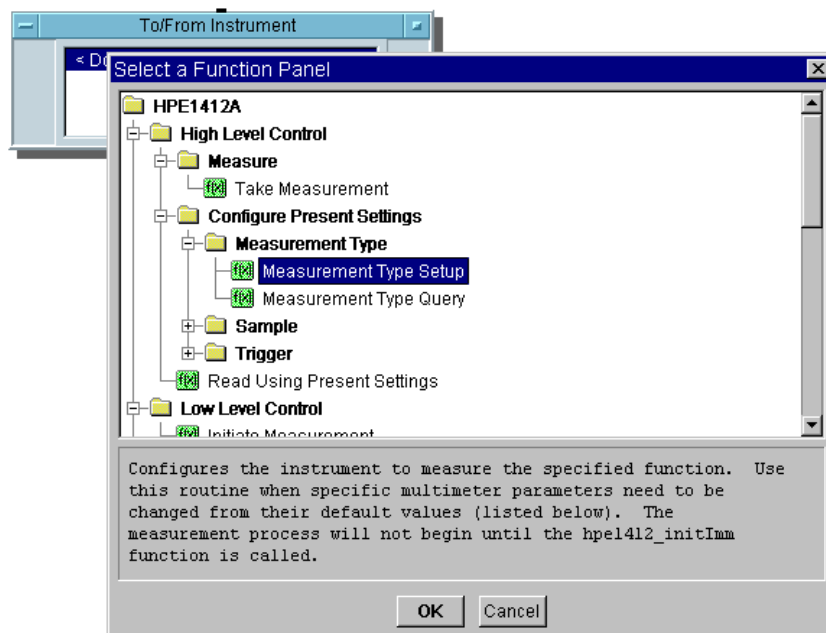
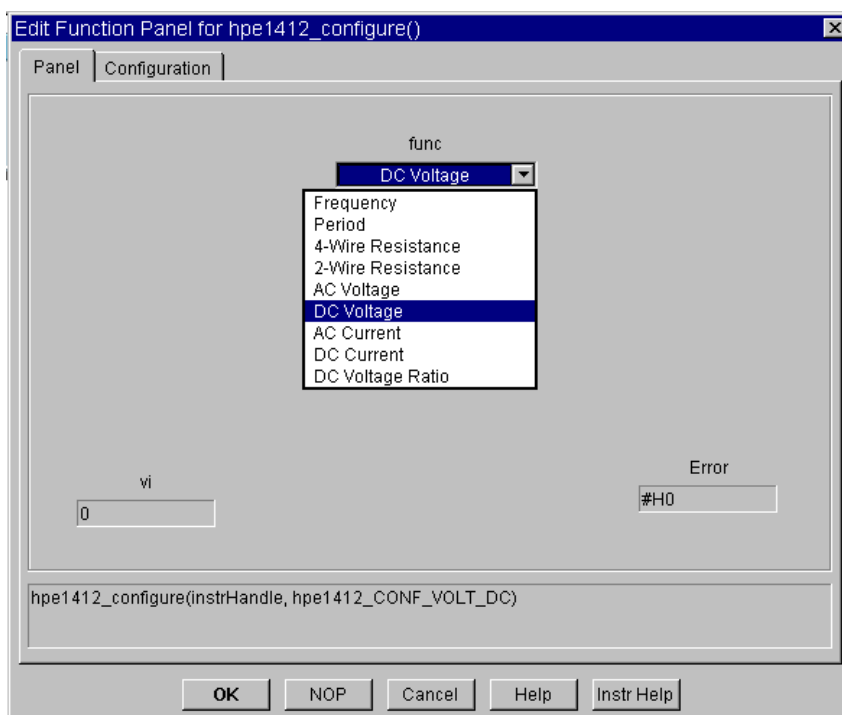

図 3-30. VXI plug&play ドライバ用関数の選択
図 3-31. HPE1412 の [Edit Function Panel]
6. <Double-click to Add Function> のラベルが付いたトランザクション・バーをダブルクリックすると、図 3-30 のように [Select a Function Panel] が表示されます。図 3-31 は、関数パネル内での関数の階層を示しています。また、選択した項目についてのヘルプがダイアログ・ボックスに表示されます。
7. [Configure Present Settings] ⇒ [Measurement Type] ⇒ [Measurement Type Setup] をクリックします。[Edit Function Panel] が表示されます。[func] の下でクリックしてドロップダウン・リストを表示します。図 3-31 のように、デフォルトの [DC Voltage] を選択します。